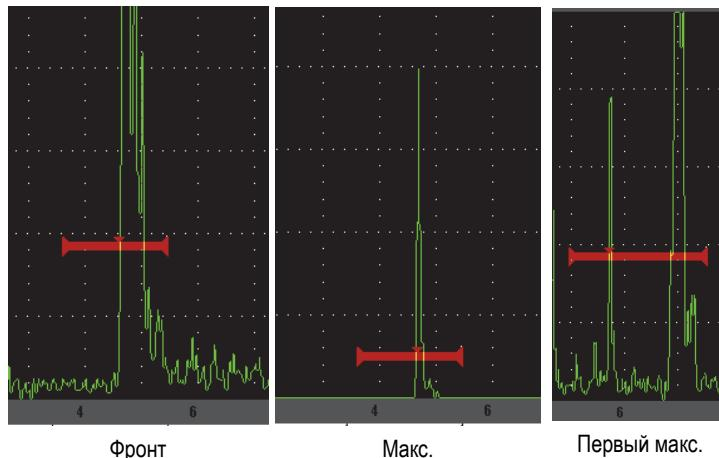

Рис. 2-11 Измерения в режимах Фронт, Макс. и Первый макс.
- **Peak** (Макс.): Измерение максимума сигнала в стробированном участке (не обязательно должен пересекать порог строба) [см. Рис. 2-11 на стр. 43].
- **1stPeak** (первый пик): Измерение первого максимума сигнала, пересекшего порог строба (уровень) [см. Рис. 2-11 на стр. 43].
- **Edge:** (Фронт): Измерение в первой точке пересечения строба эхо-сигналом (см. Рис. 2-11 на стр. 43).